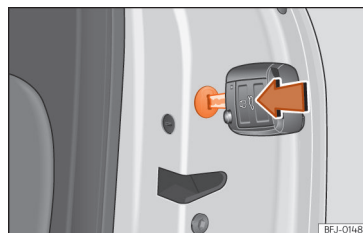

Abb. 73 Notfallsperre der Tür.
- Stecken Sie den Schlüsselbart in den Schlitz >>> (Abb. 73) (Pfeil) und drehen Sie den Schlüssel bis zum Anschlag nach rechts (rechte Tür) bzw. nach links (linke Tür).